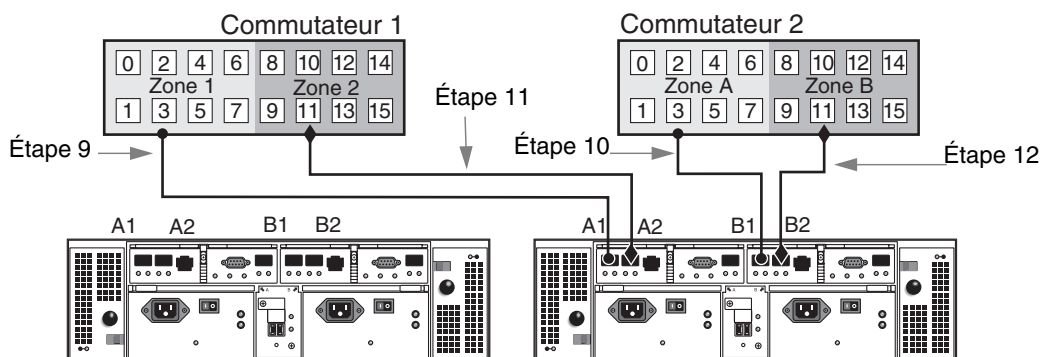

FIGURE 18 Connexions de la baie de stockage secondaire à des commutateurs FC
9. Connectez le port de contrôleur A1 de la baie de stockage secondaire à un port disponible de la zone 1 du commutateur 1 (voir FIGURE 18).
10. Connectez le port de contrôleur B1 de la baie de stockage secondaire à un port disponible de la zone A du commutateur 2 (voir FIGURE 18).
11. Connectez le port de contrôleur A2 de la baie de stockage secondaire à un port disponible de la zone 2 du commutateur 1 (voir FIGURE 18).
12. Connectez le port de contrôleur B2 de la baie de stockage secondaire à un port disponible de la zone B du commutateur 2 (voir FIGURE 18).